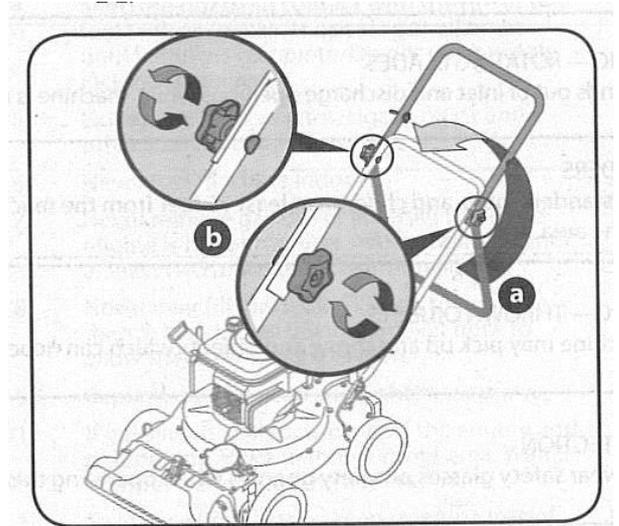

図.6-2
- ハンドル上部をハンドル下部に合うまで持ち上げます。ロープガイドがハンドル上部の、向かって左側にあることを確認します。(図.6-2-a)
- スターノブを締めて、上下のハンドルを固定します。その際にキャリッジボルトが正しく挿入されているか確認してください。(図.6-2-b)